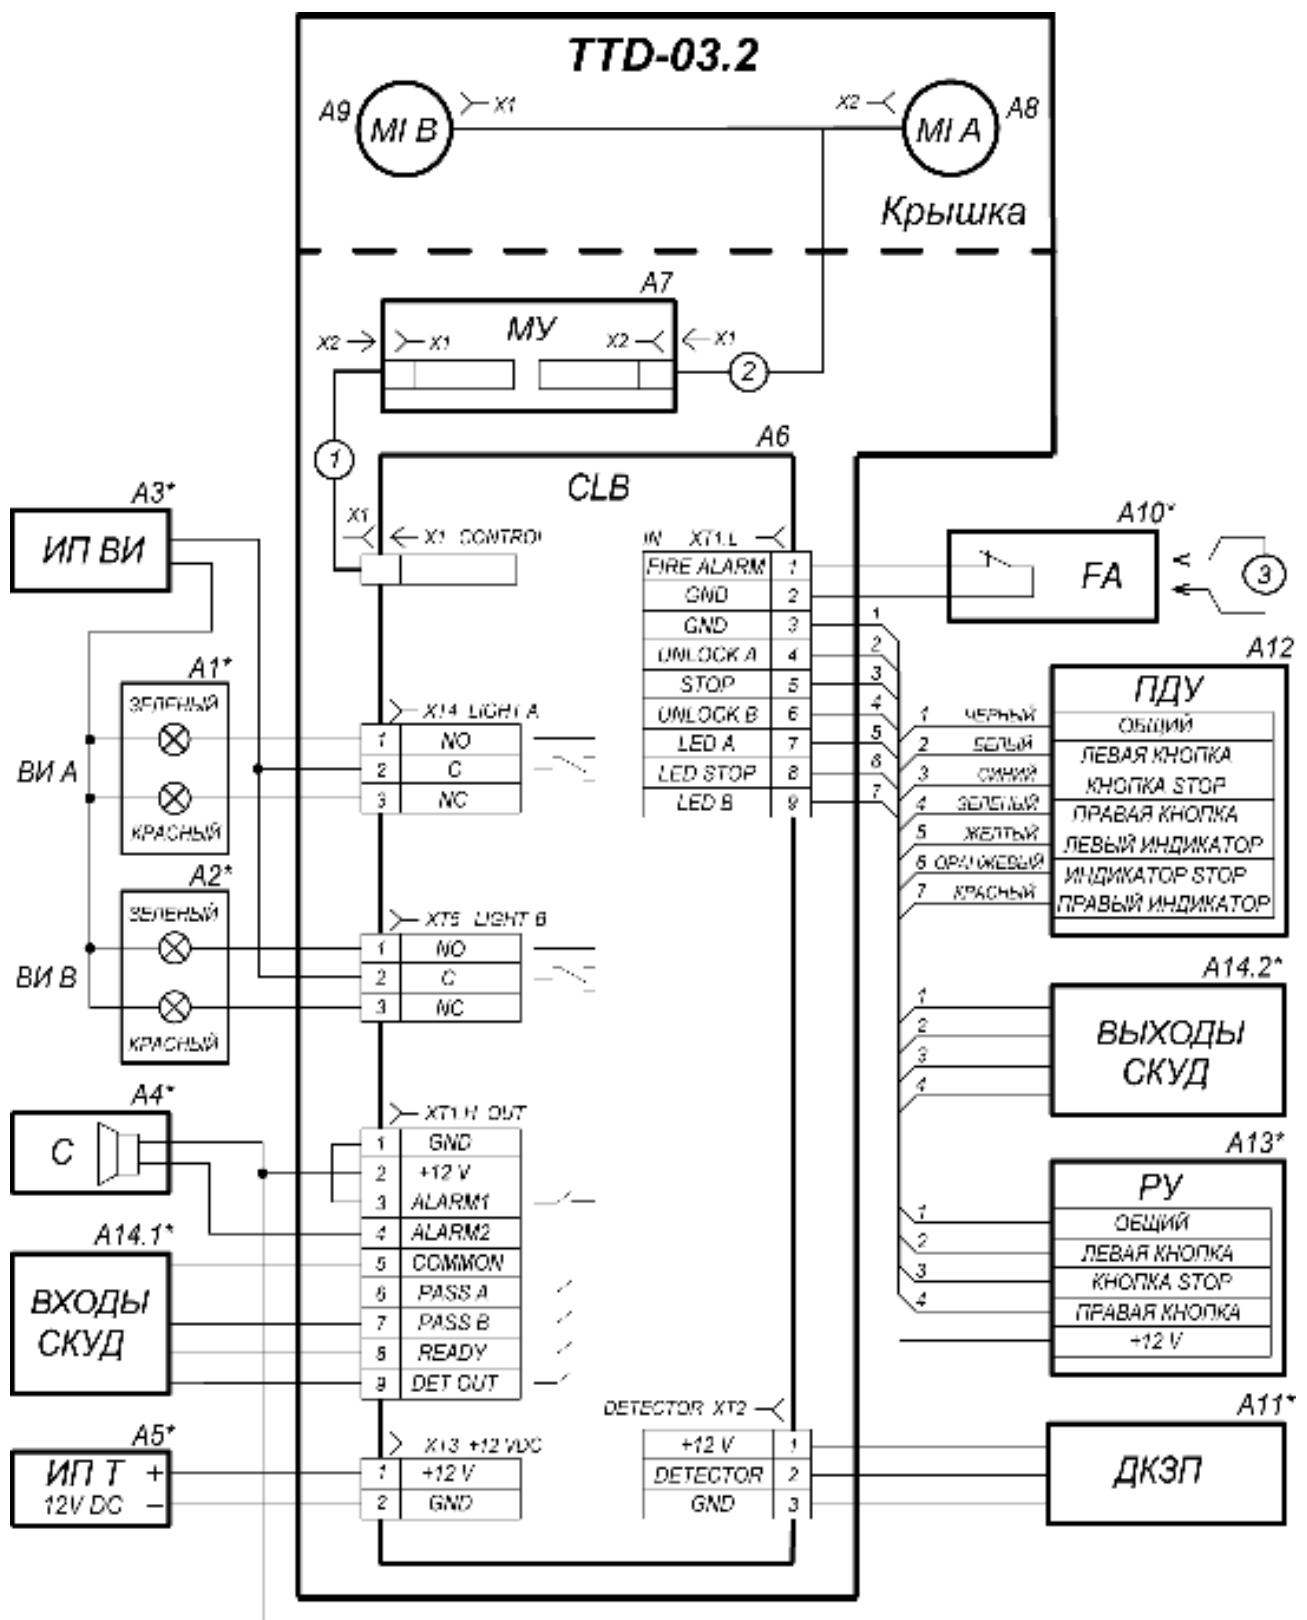

Рисунок 13. Схема электрическая соединений¹
Схема подключения турникета приведена на рис. 13. Расположение клеммных колодок на плате управления указано на рис. 4. Используемые при монтаже кабели указаны и их максимальная длина указана в разд. 8.3. Рекомендации по подготовке установочной поверхности и организации зоны прохода приведены в разд. 8.1.
9. Установите источник питания турникета (11) на отведенное для него место (порядок монтажа источника питания указан в *Паспорте* на этот источник питания).
10. Подключите кабель питания (14) от источника питания турникета (11) к клеммной колодке XT3 на плате CLB. Подключите кабель (13) ПДУ (12) к клеммной колодке XT1.L на плате CLB. Подключите, при необходимости, кабели от других устройств к соответствующим клеммным колодкам платы CLB (см. рис. 13 и 4). При подключении устройства, подающего команду аварийной разблокировки, снимите перемычку в виде провода, установленную между контактами *Fire Alarm* и *GND* клеммной колодки XT1.L (*In*).
Проведите визуальный осмотр устройства доворота (толкателя, пружин и ролика), оптических датчиков поворота преграждающих планок и демпфирующего устройства (см. рис. 13). Удалите чистой ветошью, смоченной спирто-бензиновой смесью, возможное загрязнение с поверхности кольца контрольного, находящегося в зазоре оптических датчиков поворота преграждающих планок. Проконтролируйте, чтобы грязь не попала в рабочие зазоры обоих оптических датчиков поворота преграждающих планок.